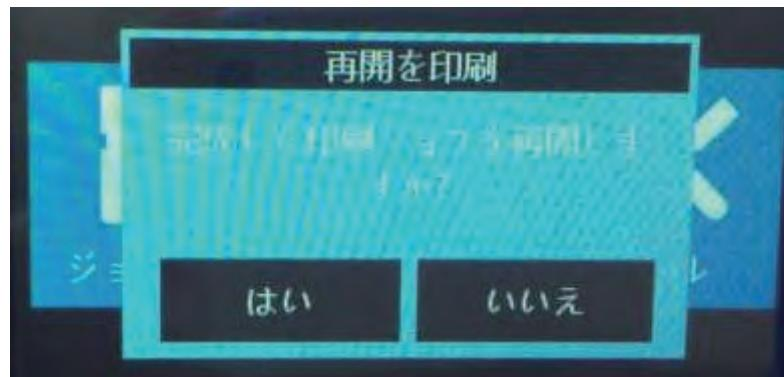

図 7-16
2. 電源が突然切れた後にプリンターを再起動すると以下図 7.16 のように表示されます。